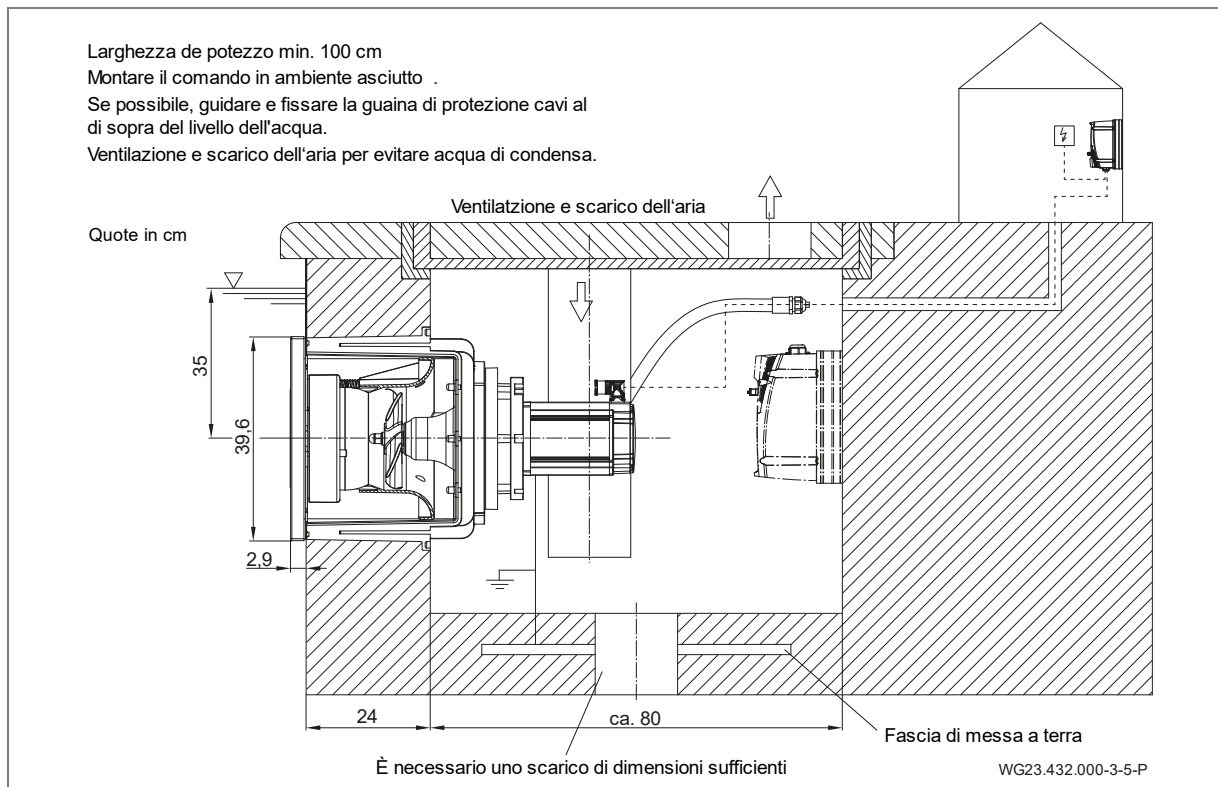

Fig. 17
1. Sgrassare il bocchettone di raccordo (d, (Fig. 17)) dell'alloggiamento in plastica (1) e la presa di collegamento della guaina di protezione cavi (12) con un detergente PVC-U/ABS.
L'impianto deve essere alloggiato in un pozzo adiacente al bordo della vasca. Nello spazio di installazione è necessario assicurare una ventilazione ed uno scarico dell'aria regolari e predisporre un sufficiente scarico nel pavimento. È necessario prevedere una possibilità di fissaggio per la guaina di protezione cavi (se possibile al di sopra del livello dell'acqua). Il pozzo deve essere dotato di un collegamento per la compensazione del potenziale. Vedere "Fig. 17" a pagina 22.